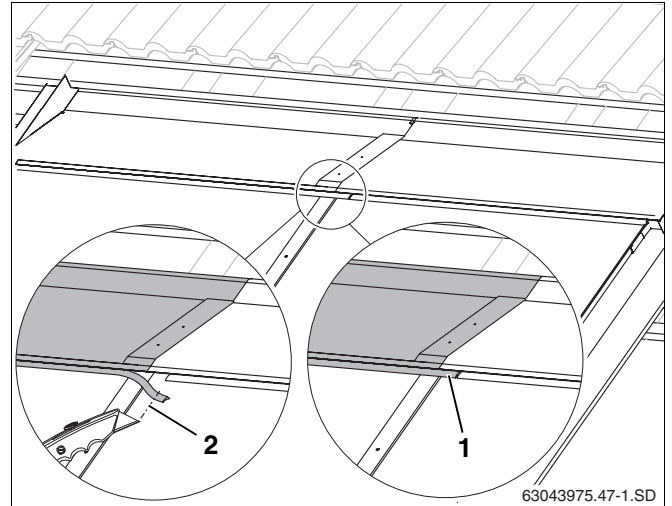

Fig. 56 Cortar la falda de goma
- ▶ Recorte la falda de goma (fig. 56, **pos. 2**) hasta que haga tope con la falda de goma de la chapa protectora derecha.
- ▶ Introduzca la falda de goma de la chapa protectora izquierda en la unión de la chapa protectora derecha (fig. 56, **pos. 1**).